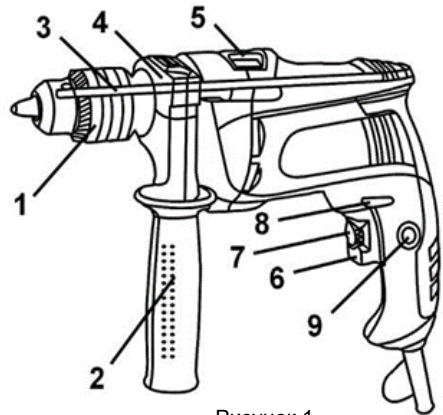

Рисунок 1
4.2 Виберіть необхідний режим роботи виробу за допомогою перемикача (5) (див. рисунок 1). Перемикання режимів роботи виробу здійснюється переведенням перемикача (5) (див. мал.1) з одного крайнього положення в інше в сторону відповідного символу режиму роботи:
- ударно-обертальний режим - перемикач (5) повинен бути переведеним до упору убік символу **T**;
- обертальний режим - перемикач (5) повинен бути переведеним до упору убік символу